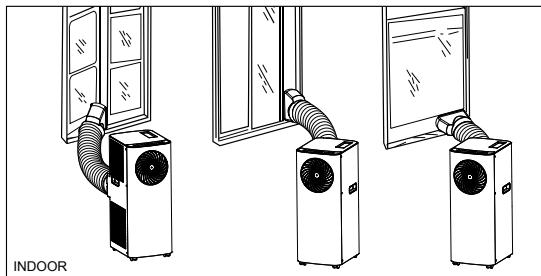

Fig. 4
- 2/ Deslize o outro conector de saída (#12) para a saída de ar (#6) situado na parte de trás do aparelho Estique a mangueira (#11) até ao comprimento pretendido e posicione o bocal de escape (#15) através de uma janela aberta, conforme ilustrado na fig.4.